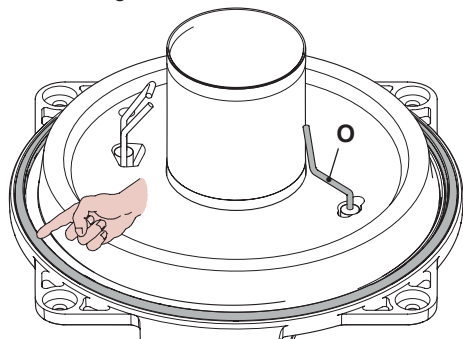
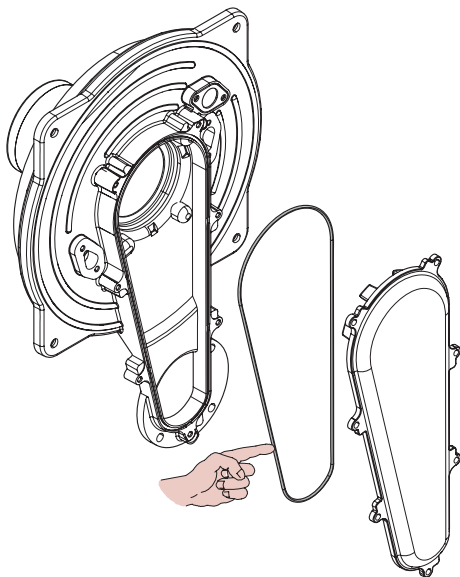

Figura 9.12
Figura 9.13
- La guarnizione in silicone della parete frontale della camera di combustione Figura 9.12 e la guarnizione del coperchio condotto aria/gas (Figura 9.13) devono essere cambiate se deteriorate e comunque devono essere obbligatoriamente sostituite ogni 2 anni.
- L'elettrodo di rilevazione **O** in Figura 9.12 funge anche da sensore per il corretto scarico della condensa. Se tale elettrodo viene a contatto con acqua di condensa presente all'interno della camera di combustione manda in blocco di sicurezza la caldaia. Pertanto se si trova la coibentazione bagnata o deteriorata provvedere alla sostituzione.